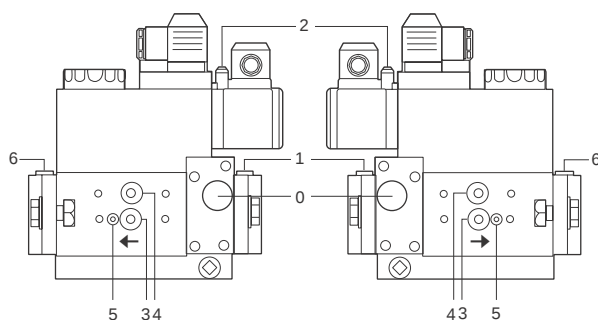
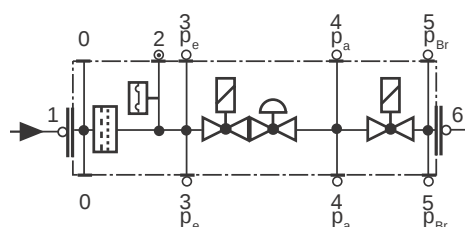

Рис. 21
Рис. 22
- 3). снять крепежные винты группы Multibloc (Рис. 21-A)
- 4). вставить уплотнительные кольца (10,5x2,25) в VPS 504 (Рис. 22-B, Рис. 21-B)
- 5). закрутить 4 винта блока контроля герметичности (M4x16) Рис. 21-C.
Для проверки работы, подсоедините манометр к штуцеру для отбора давления **PA** (Рис. 22). Если проверка завершилась положительно, через несколько секунд загорается жёлтая лампочка **LC**. В противном случае загорается красная лампочка блокировки **LB**. Чтобы перезапустить горелку, необходимо разблокировать блок управления нажатием на светящуюся кнопку **LB**.